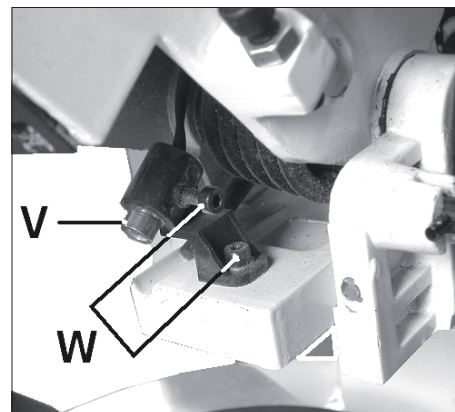

Рис. 10
- Світловий покажчик (V, Рис. 10) необхідно встановити таким чином, аби промінь показував на лінію розпилу.
- Світловий покажчик фіксується гвинтами (W).